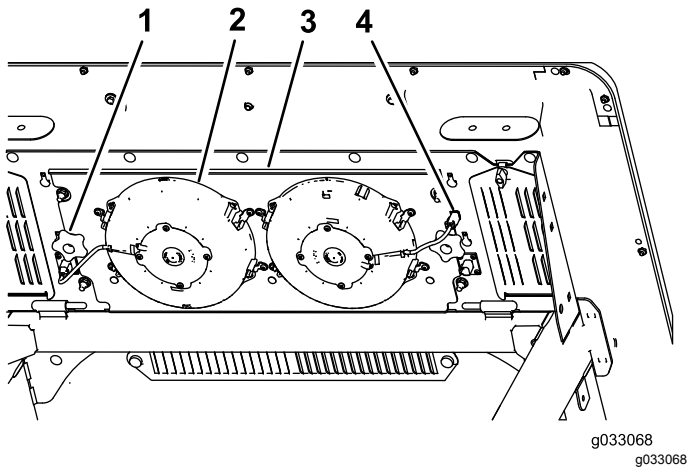

Figure 82
2. Languette (4)
3. Débranchez le connecteur et le câble d'alimentation des ventilateurs de la prise (Figure 82).
4. Retirez les 2 boutons qui fixent le panneau de ventilateurs et les ventilateurs sous le haut de la cabine (Figure 82) et déposez l'ensemble.